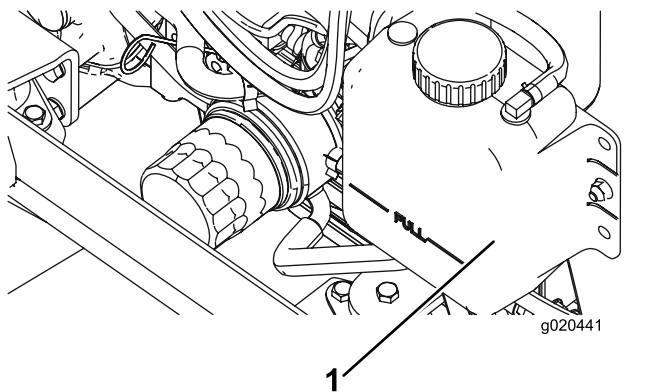

Figura 108
2. Retire cuidadosamente a tampa do radiador e a tampa do depósito de expansão (Figura 108).